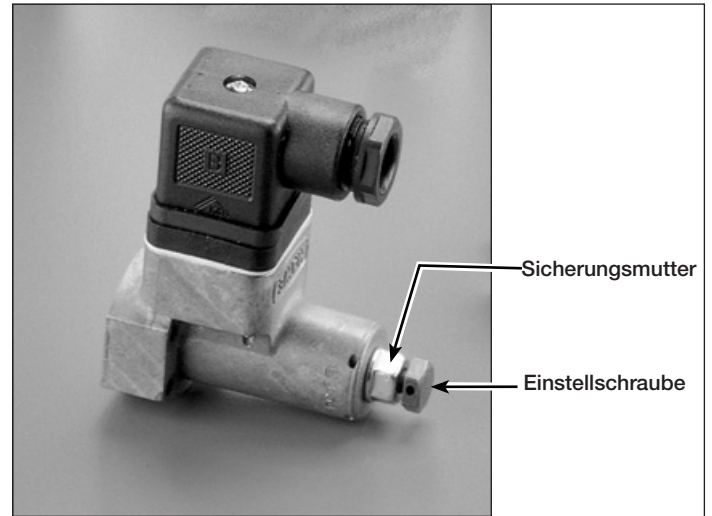

Abb. 10, Druckschalter
2. Drehen Sie die Schaltereinstellschraube mithilfe eines 10-mm-Schlüssels im Uhrzeigersinn, um den Druck zu erhöhen, oder entgegen dem Uhrzeigersinn, um ihn zu verringern (siehe Abb. 10).